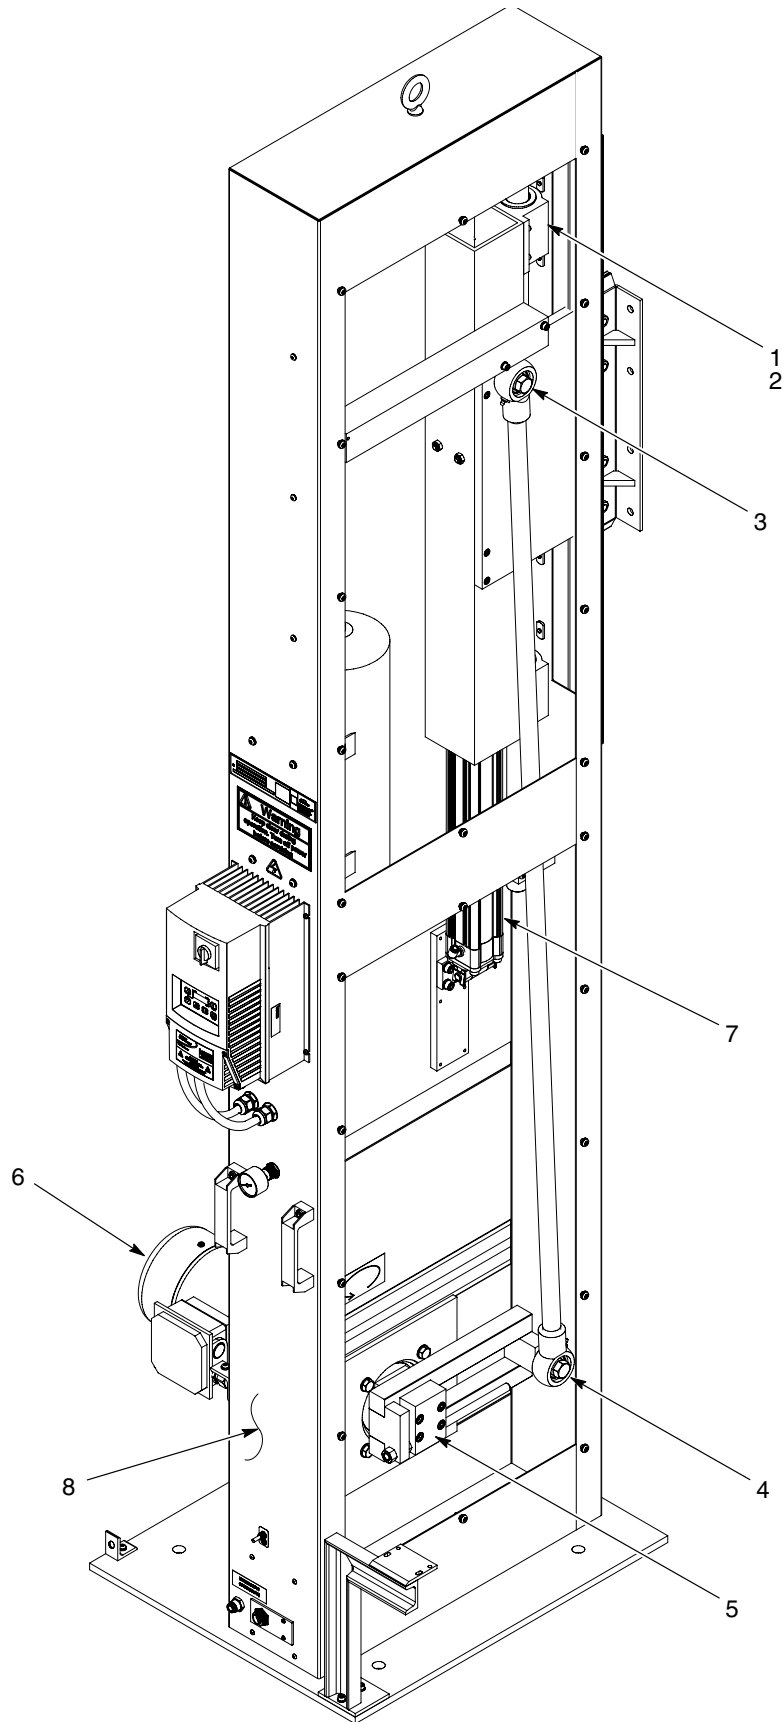

Abb. 10 Wartungsstellen
**ACHTUNG:** Gerät vor Wartungsarbeiten von der Netzspannung trennen. Andernfalls kann es zu einem gefährlichen elektrischen Schlag kommen. Siehe Tabelle 3 und Abb. 10.